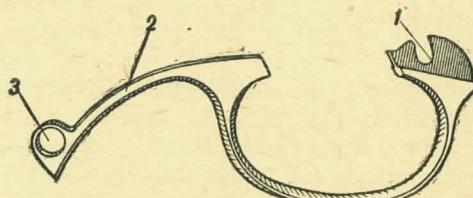

Рис. 22. Спусковая скоба:
**20. Спусковая скоба** (рис. 22) служит для предохранения хвоста спускового крючка от случайного нажатия на него. Она имеет: **хвост** с отверстием для надевания на ось, укрепленную в загнутой полосе рамки, и **полукруглый вырез**, которым скоба надевается на винт, прикрепляющий ее к нижней стенке рамки.